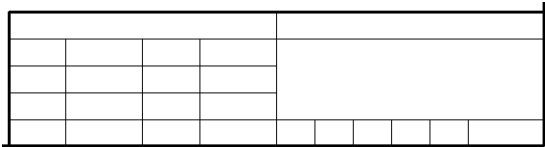

图 3-32 调整线段
(12) 单击“修改”选项卡“修改”面板中的“拆分图元”按钮，删除多余的线段，或拖曳直线端点调整直线长度，如图 3-32 所示。